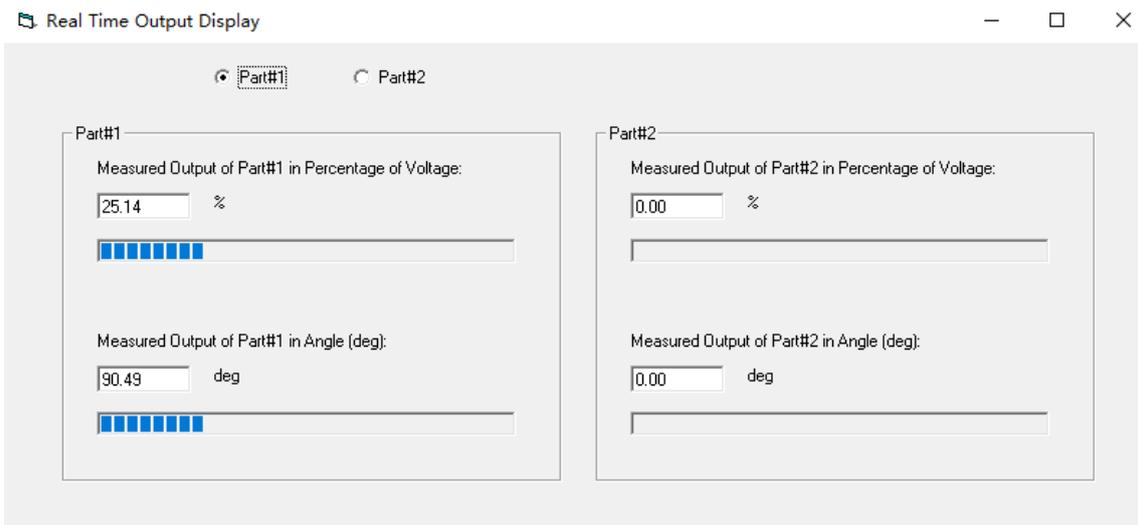

图5.1.6 View Output 界面
- View Output 按钮为芯片当前状态下 OUT 输出值（百分制）及对应的角度值，图 5.1.6，可以点击 Part#1 及 Part#2 切换显示第几个 SITE 的输出信号，其中角度值对应的数据仅为 OUT 输出电压值的换算值，在进行多点编程操作之后，该数据无实际参考意义。